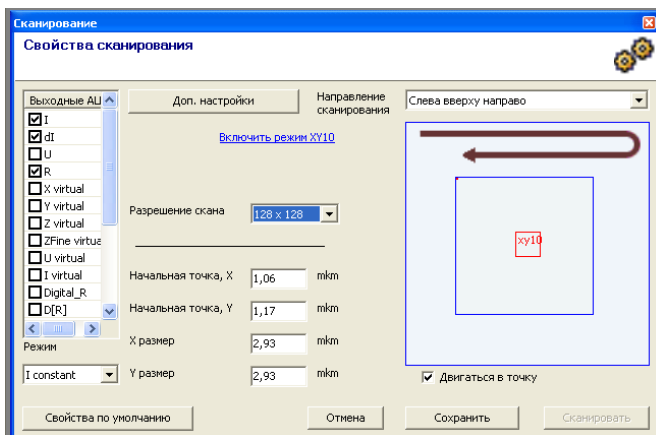

Рис. 10. Окно установки параметров сканирования
2.5. Установка параметров сканирования (*Сканирование* → *Настройки сканирования*), (рис. 10):